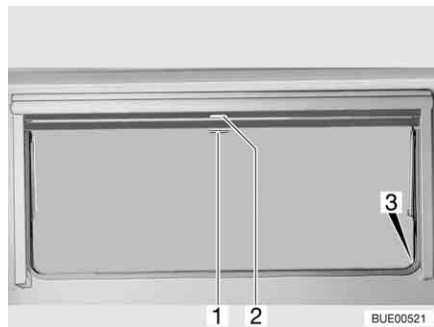

Bild 51 Överkantshängda fönster
- Drag ned mörkläggningsrullgardinen med handtaget (Bild 51,2). När mörkläggningsrullgardinen dras ned helt fäster man det man i spärrarna (Bild 51,3) på båda sidorna på fönsterkarmen.
- När mörkläggningsrullgardinen är helt neddragen: Tryck ned handtaget (Bild 51,2) och drag det något inåt. Nu kan man ta loss mörkläggningsrullgardinen ur spärrarna på båda sidorna av fönsterkarmen.
- När mörkläggningsrullgardinen inte är helt neddragen: Drag handtaget (Bild 51,2) lätt nedåt tills spärren släpper.
- Drag ner insektsnätet med handtaget (Bild 51,1) och fäst det i spärrarna (Bild 51,3) på båda sidorna av fönsterkarmen.
- Tryck ned handtaget (Bild 51,1) och drag det något inåt. Lossa insektsnätet ur spärrarna på båda sidorna av fönsterkarmen.